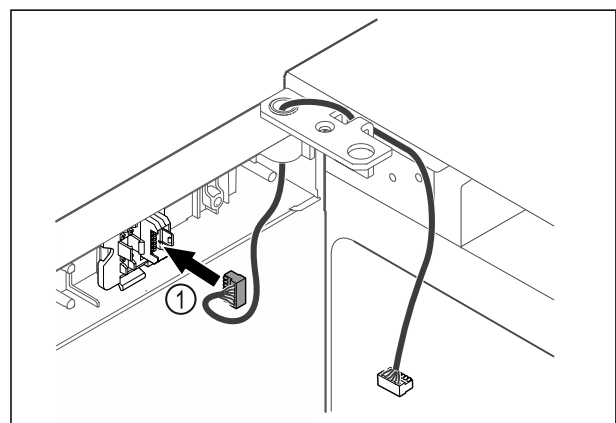

Fig. 47
- ▶ Wtyczkę Fig. 47 (1) należy włożyć w uchwyt wtyczki.